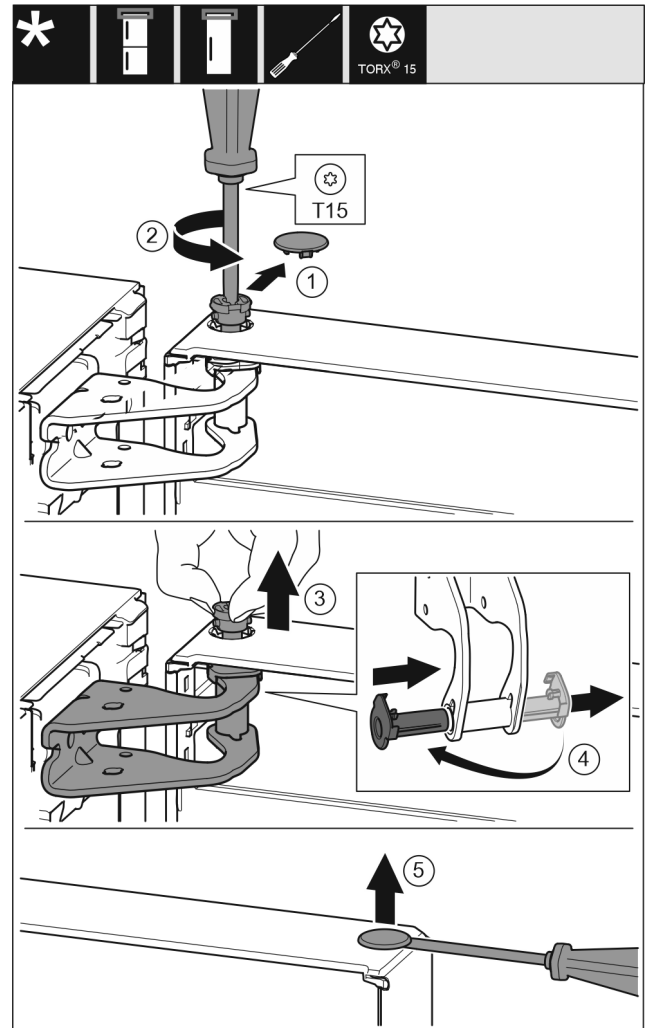

Fig. 9
- Sicherungsabdeckung vorsichtig abziehen. Fig. 9 (1)
- Bolzen mit Schraubendreher T15 ein Stück herausdrehen. Fig. 9 (2)
- Tür festhalten und Bolzen mit den Fingern herausziehen. Fig. 9 (3)
- Lagerbuchse aus Führung ziehen. Von der anderen Seite einsetzen und einrasten. Fig. 9 (4)
- Stopfen aus der Tür Lagerbuchse vorsichtig mit einem Schlitzschraubendreher anheben und herausziehen. Fig. 9 (5)